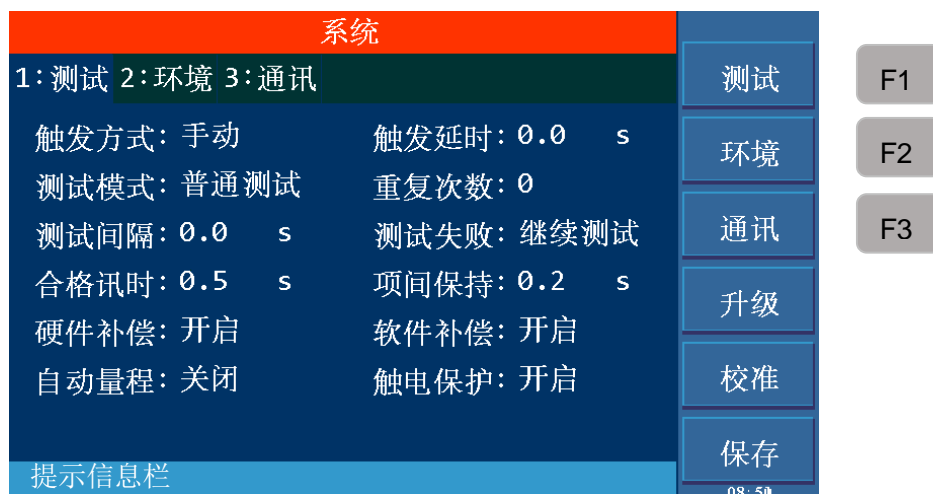

图 4-2 系统测试参数设置
- 1、按 [[SYSTEM]] 键进入图 4-2 所示系统设置界面。
系统设置中测试相关参数设置如图 4-2 所示：
- 1、按【SYSTEM】键进入图 4-2 所示系统设置界面。